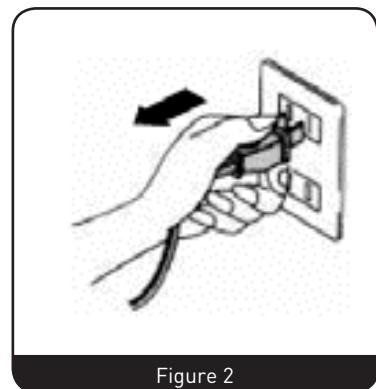

Figure 2
B. Avant d'installer l'appareil, éteignez-le et débranchez-le de la prise électrique. (Figure 2)